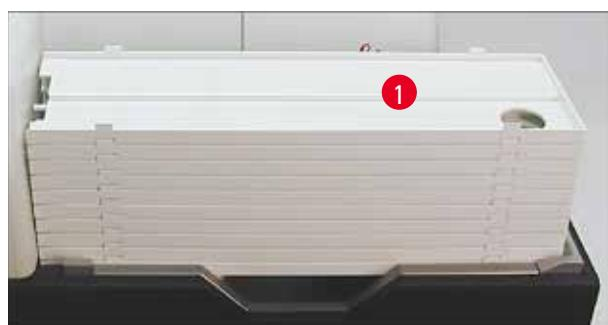

図 39
- トレーのスタック（→「図 39-1」）をアンロードステーションのリフトテーブルの上に配置します（→「図 39」）。